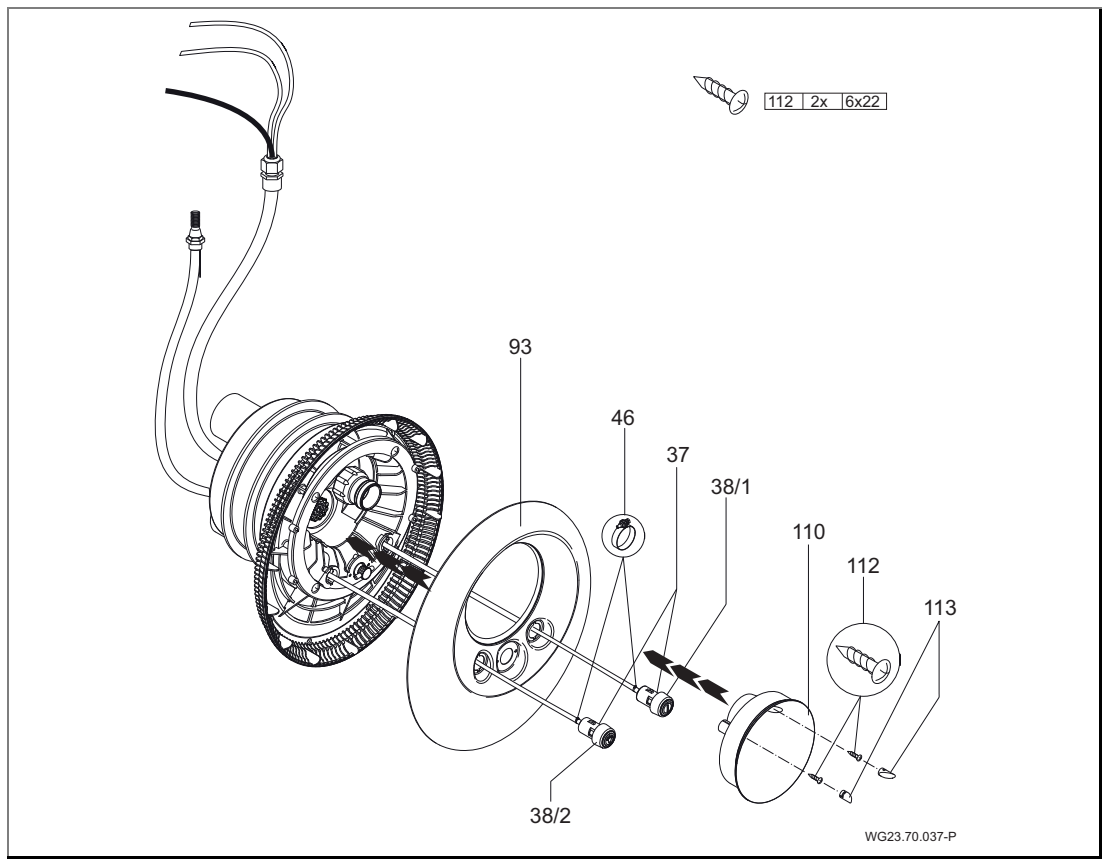

Fig. 18
7. Pasar las mangueras neumáticas por las aberturas de la placa de acero inoxidable (93) - encender y apagar la luz a la izquierda; encender y apagar la bomba a la derecha - y fijarlas a los pulsadores correspondientes con las abrazaderas para mangueras (46). (Fig. 18)